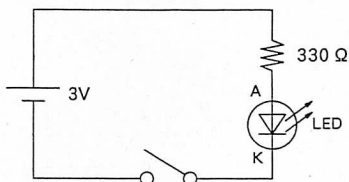

図 3
- ③STEP 2 : スイッチを入れるとLEDが点灯する回路の製作(図3、4)